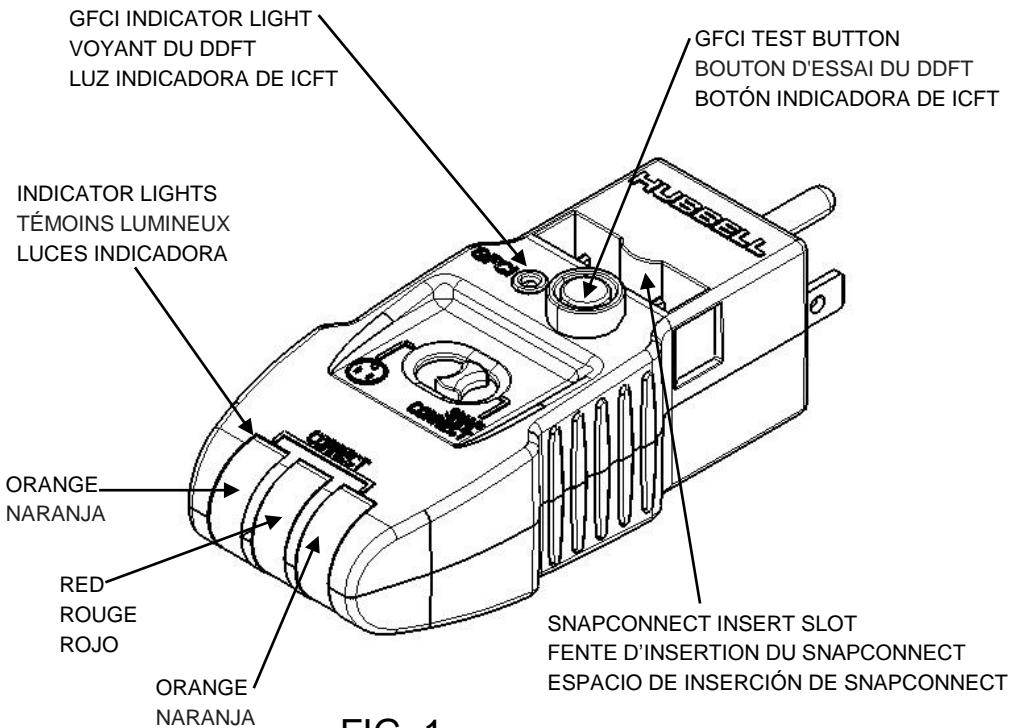
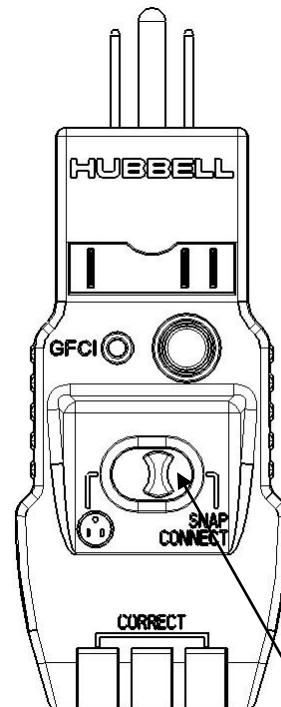

FIG. 1
FIG. 2
- To test circuit and GFCI condition, move Slide Switch (Fig. 1 & 2) to the left and insert tester into receptacle. Compare indicator lights to the chart(Table 1) printed on the tester.
- To test the SNAPConnect® receptacle wiring terminal condition, move Slide Switch (Fig. 1 & 2) to the right and insert SNAPConnect® receptacle wiring terminal into provided slot on tester. Compare indicator lights to the chart printed on the tester (Fig. 2).
- Pour vérifier l'état d'un circuit et d'un disjoncteur différentiel de fuite à la terre (DDFT), mettre le commutateur à glissière (Fig. 1 et 2) à gauche et brancher le vérificateur sur la prise. Comparer les témoins lumineux avec le tableau imprimé sur le vérificateur (Tableau 1).
- Pour vérifier l'état des bornes d'une prise SNAPConnect®MD, mettre le commutateur à glissière (Fig. 1 et 2) à droite et introduire la borne de la prise SNAPConnect®MD
- Para la prueba de estado del circuito y GFCI, mover el interruptor deslizante (Fig. 1 & 2) a la izquierda e introducir el probador en el receptáculo. Comparar los indicadores con la tabla (Tabla 1) impresa en el probador.
- Para probar la condición de los cables terminales del receptáculo, mueva el interruptor deslizante (Fig. 1 y 2) a la derecha e inserte la terminal de cableado del receptáculo SNAPConnect® en la ranura proporcionada en el probador. Comparar el indicador luminoso al gráfico impreso en el medidor (Fig. 2).